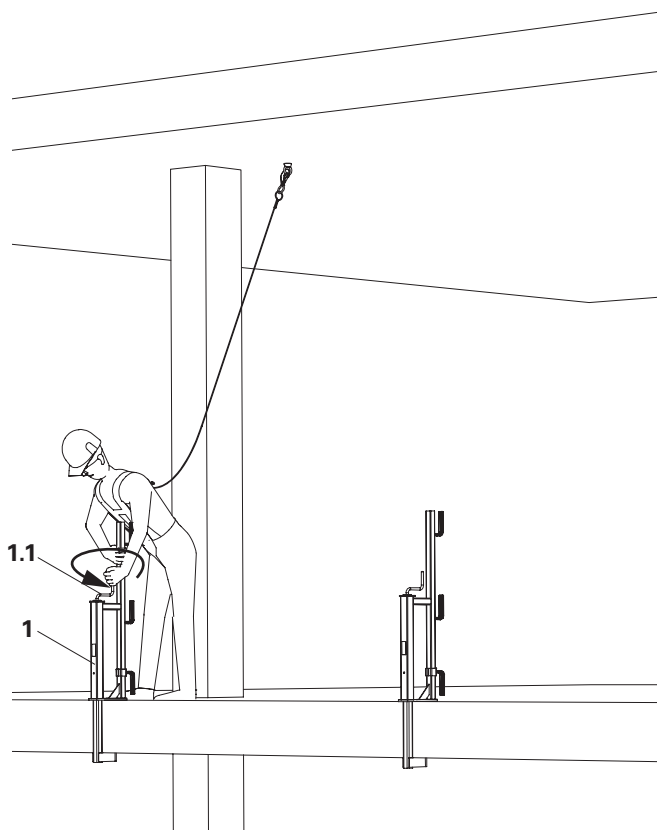

Fig. A5.01
5. 5. Allentare il supporto parapetto a morsa-2 (1) girando la manovella (1.1) in senso antiorario. (Fig. A5.01)